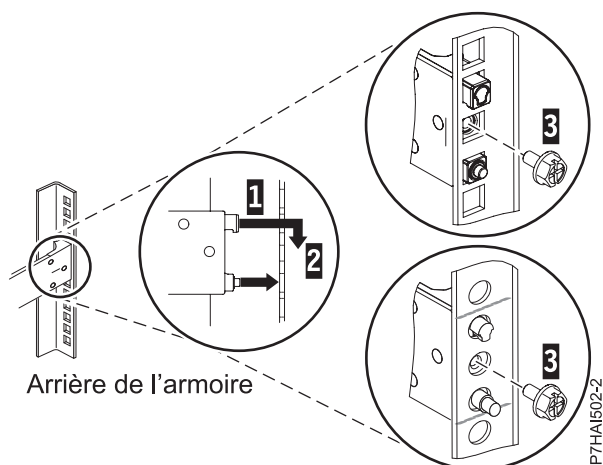

Figure 5. Alignement et fixation des broches dans les trous situés à l'arrière de l'armoire
6. Placez-vous à l'arrière de l'armoire. Vous intervenez sur la glissière de gauche. Alignez les deux broches situées à l'arrière de la glissière, sur les trous supérieur et inférieur précédemment marqués de l'unité EIA sélectionnée. Tirez la glissière vers vous et insérez les deux broches dans les deux trous de l'armoire (1) et abaissez la glissière (2) pour engager le crochet sur la broche. Installez la vis (3) pour fixer la glissière à l'armoire. Pour plus de détails, voir figure 5, à la page 7. Avant de passer à l'étape suivante, vérifiez que les deux broches traversent les trous de l'armoire.